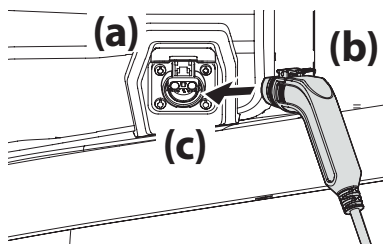

Figure 11
1. Soulevez le couvercle du port de charge (a) (Figure 11).
2. Insérez le cordon de charge (b) dans le port de charge (c) (Figure 11).